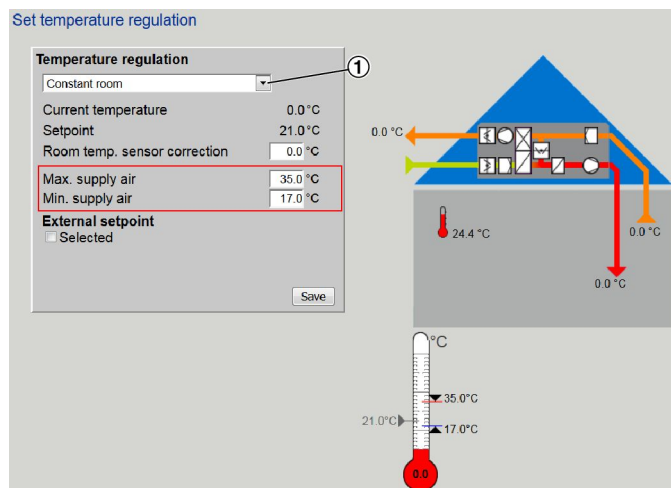

Рис. 32: Настройка регулирования температуры
2. ▶ Выберите функцию из выпадающего списка (Рис. 32/1):